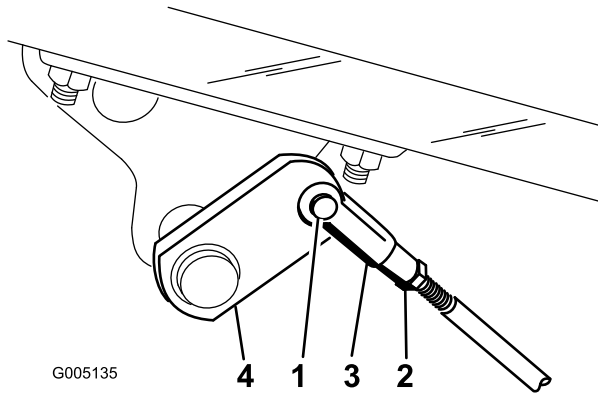

図 41
2. ブレーキが片効きであれば、コッター・ピンとクレビス・ピンを外して、ブレーキロッドを外す（図 41）。
3. ジャムナットをゆるめ、クレビスを調整する（図 41）。
4. クレビスをシャフトに取り付ける（図 41）。